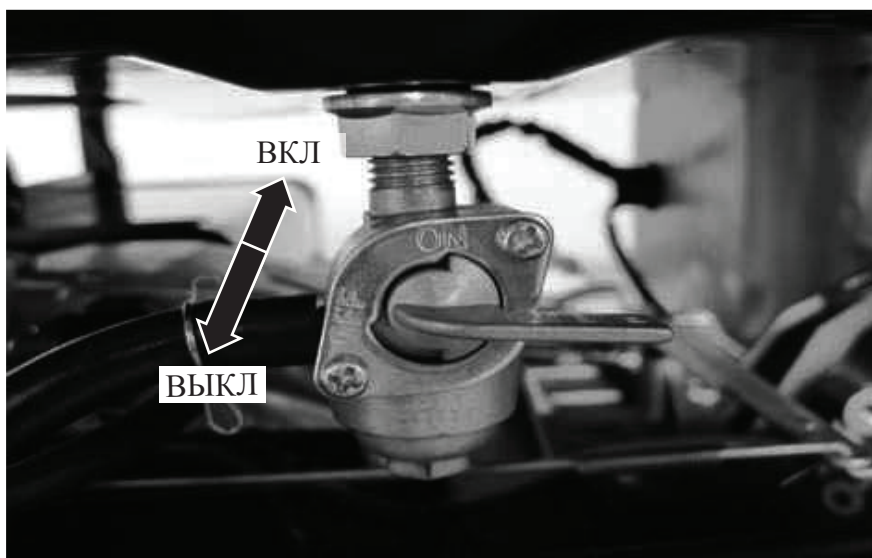

Рис. 3.5
1. Поверните рычаг топливного клапана 4 в положение «ВКЛ» (рис. 3.5).
3. Поверните рычаг топливного клапана 4 (рис. 2.2.1) в положение «ВЫКЛ» (рис.3.5).
1. Переведите рычаг топливного клапана 4 в положение «ВЫКЛ» (рис. 3.5).
5. Переведите рычаг топливного клапана 4 в положение «ВКЛ», чтобы проверить наличие течи после очистки отстойника (рис. 3.5).